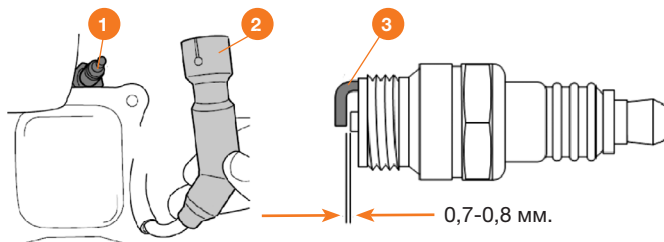

Рис. 14
1. Снимите колпачок 2 свечи зажигания 1 (Рис. 14).
6. Плотно установите колпачок 2 на свечу зажигания 1 (Рис. 14).